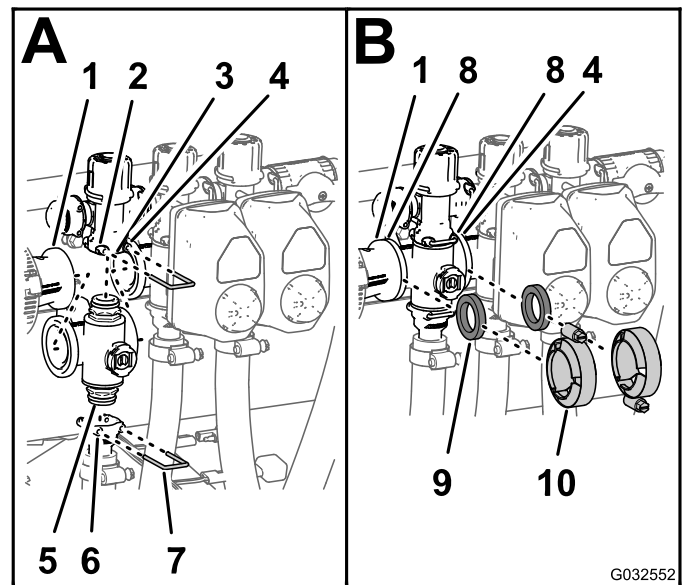

Figure 107
1. Insérez le raccord d'embout supérieur de la vanne du collecteur dans le raccord de dérivation (A de la Figure 107).
la douille du raccord de dérivation (A de la Figure 107).
- Montez le raccord de sortie sur le raccord d'embout inférieur du collecteur (A de la Figure 107).
- Fixez le raccord d'embout au raccord de sortie en insérant un étrier de fixation dans la douille du raccord de sortie (A de la Figure 107).
- Placez un joint entre les brides de l'accouplement réducteur et du collecteur de vanne de section (B de la Figure 107).
- Montez l'accouplement réducteur, le joint et le collecteur de vanne de section avec un collier serré à la main (B de la Figure 107).
- Si vous montez les 2 vannes de section de gauche, placez un joint entre les brides des 2 collecteurs de vannes de section adjacentes (B de la Figure 107).
- Montez les 2 collecteurs de vannes de section adjacentes et le joint avec un collier serré à la main (B de la Figure 107).